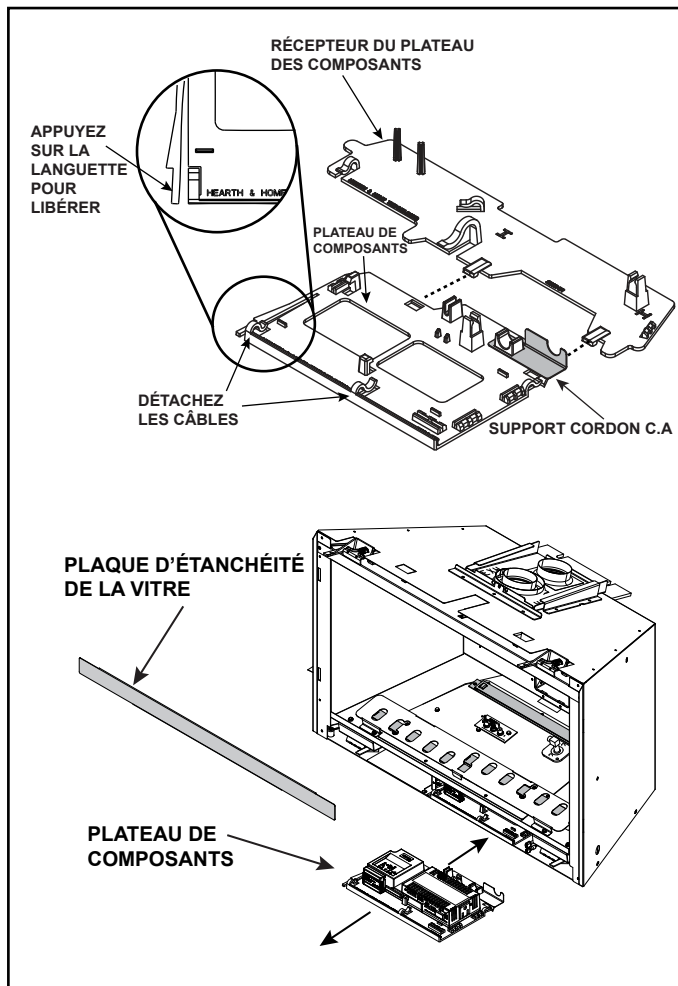

Figure 4.4 Accès au plateau de composants
- Pour y accéder, faites glisser le plateau de composants vers l'extérieur. Voir la figure 4.4.
Remarque : Il peut être nécessaire de retirer les câbles des pinces pour un accès complet. Voir la figure 4.4.